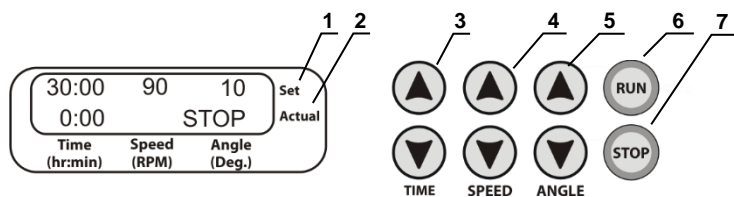

Рис. 2. MR-12, панель управления
- 5.2.3. Дисплей прибора показывает установленные ранее время, скорость и угол наклона в верхней строчке **Set**, а также прошедшее время и индикацию режима в нижней строчке **Actual** (рис. 2/1 и 2/2).
- 5.2.4. **Установка времени.** С помощью кнопок ▲ и ▼ **TIME** (рис. 2/3) установите необходимый интервал времени в часах и минутах (шаг 1 мин.).
- 5.2.5. **Установка скорости.** С помощью кнопок ▲ и ▼ **SPEED** (рис. 2/4) установите необходимую скорость перемешивания (шаг 1 мин-1, RPM или раз в минуту).
- 5.2.6. **Установка угла наклона.** С помощью кнопок ▲ и ▼ **ANGLE** (рис. 2/5) установите необходимый угол наклона (шаг 1°).
- 5.2.7. Нажмите кнопку **RUN** (рис. 2/6). Начнётся движение платформы и отсчёт установленного интервала времени. Во время работы можно менять параметры, скорость и/или угол наклона, но не время.
- 5.2.8. Если интервал времени установлен на 0:00, то нажатие кнопки **RUN** переводит прибор в непрерывный режим работы с отсчетом времени в нижней строке **Actual** до тех пор, пока не будет нажата кнопка **STOP** (рис. 2/7).